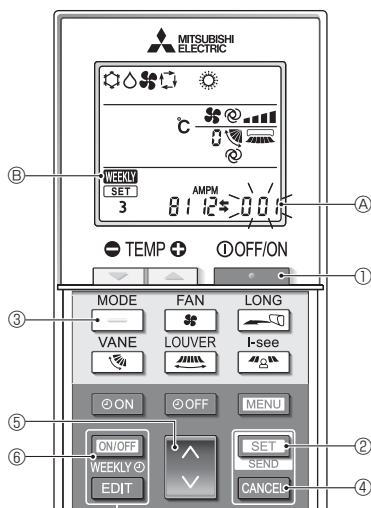

Fig. 4-12
### 4.12.8. Отключение автоматического режима (Fig. 4-12)
1. Нажмите кнопку **POWER** ①, чтобы остановить работу кондиционера воздуха.
- Если недельный таймер активирован, нажмите кнопку **ON/OFF WEEKLY** ⑥ для отключения таймера (**WEEKLY** ⑥ исчезнет.)
2. Нажмите и удерживайте в течение 5 секунд кнопку **SET** ③.
- Прибор войдет в режим настройки функции. (Будет мигать групповой номер настройки модели ④.)
3. Нажмите кнопку **UP/DOWN** ④.
4. Завершение настроек (Fig. 4-12)